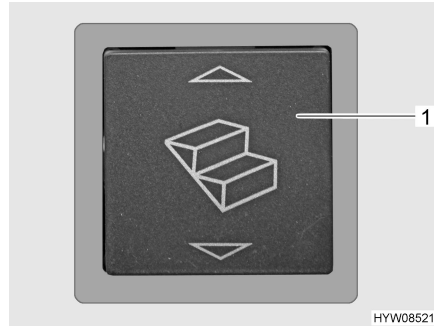

Bild 1 Vippknapp för fotsteg
- Tryck på vippknappen (Bild 1,1) vid ingången.